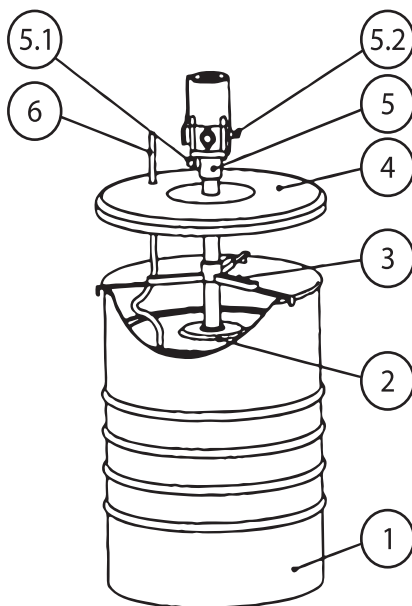

Рис. 5-1: Монтаж
Таб. 5-1: Расшифровка к рис. 5-1
- Разъем для сжатого воздуха ⇨ глава 5 (Рис. 5-1; поз. 5.2) смазочного насоса подключите к линии сжатого воздуха. Насос начинает работать.
- На 200-л бочках прижимной диск (Рис. 5-1; поз. 2) может быть отсоединен от дна бочки подачи сжатого воздуха. Для этого подайте сжатый воздух при помощи обдувочного пистолета через шланг (Рис. 5-1; поз 6) под прижимной диск..